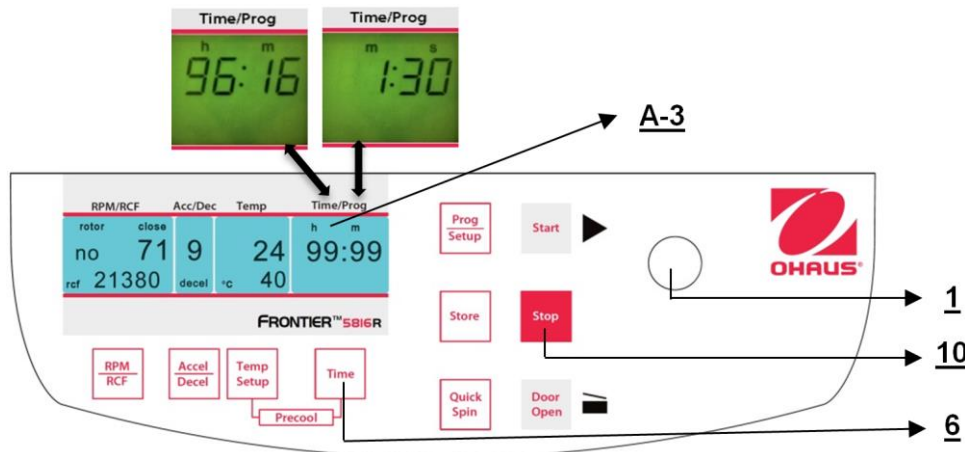

Figura 17
3. La operación continua "cont", que puede interrumpirse con el botón "Stop"(10) (vea la Figura 17).
Para establecer el valor deseado, use la perilla de ajuste (1). Después de exceder 59 min. 50 seg., la indicación cambia automáticamente a "h : m". Después de exceder 99 horas 59 min., aparece la palabra "cont" en la pantalla "Time/Prog" (A-3). Esta operación continua solo puede interrumpirse al presionar el botón "Stop" (10). El conteo regresivo del tiempo inicia una vez que se alcanza la velocidad establecida. La pantalla siempre muestra el tiempo de operación restante. (Vea la figura 17.)